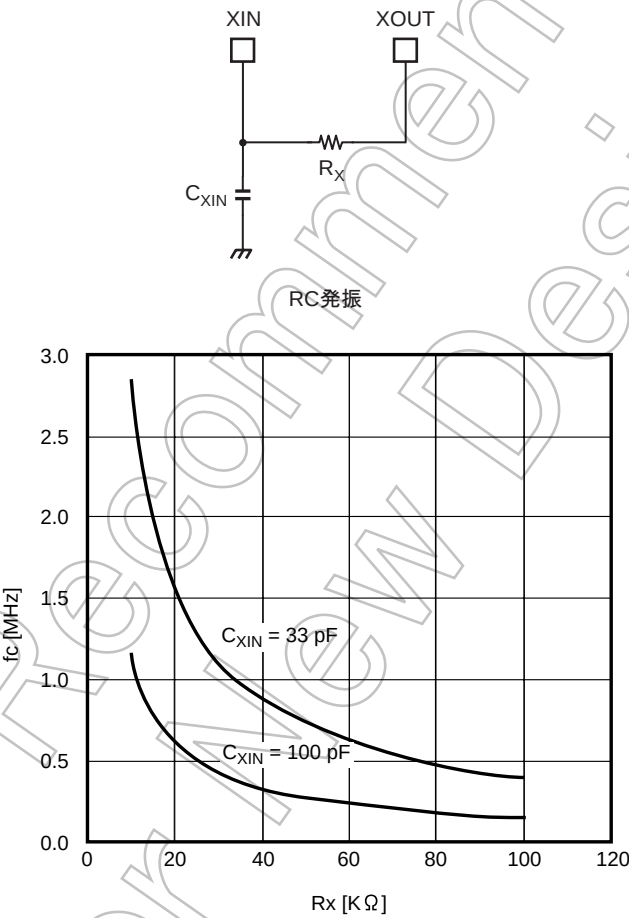
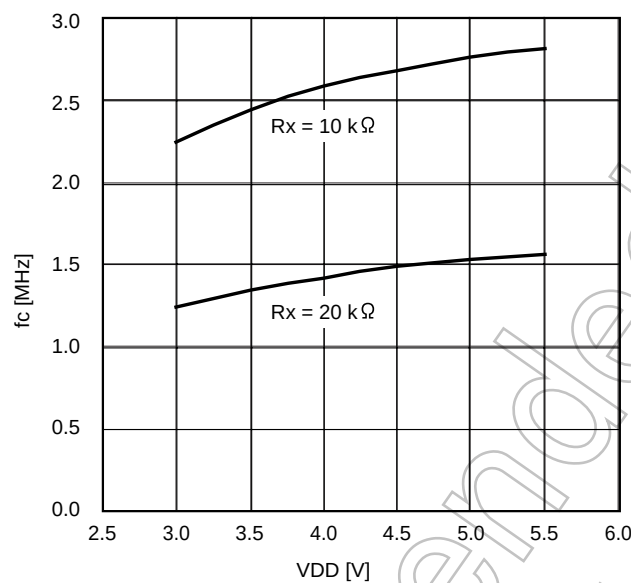

図 12-1 発振周波数 (f_c) vs R_X (V_{DD} = 5.0 V, T_a = 25 °C)
図 12-2 発振周波数 (f_c) vs VDD ($C = 33 \text{ pF}$, $T_a = 25^\circ\text{C}$)
- 注 1) 上記発振特性 (図 12-1, 図 12-2) はある特定 Lot (サンプル) の $T_a = 25^\circ\text{C}$ 時のデータです。このデータは保証するものではありません。ターゲット発振周波数を得るためには外付けコンデンサ容量 (C_{XIN}) と抵抗値 (R_x) の調整が必要です。